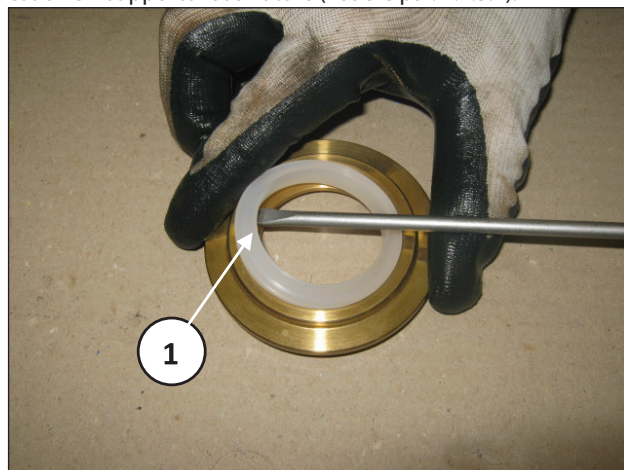

Fig. 124
È ora possibile rimuovere il raschiatore utilizzando semplici attrezzi come indicato in pos. ①, Fig. 124, facendo attenzione a non danneggiare la sede.